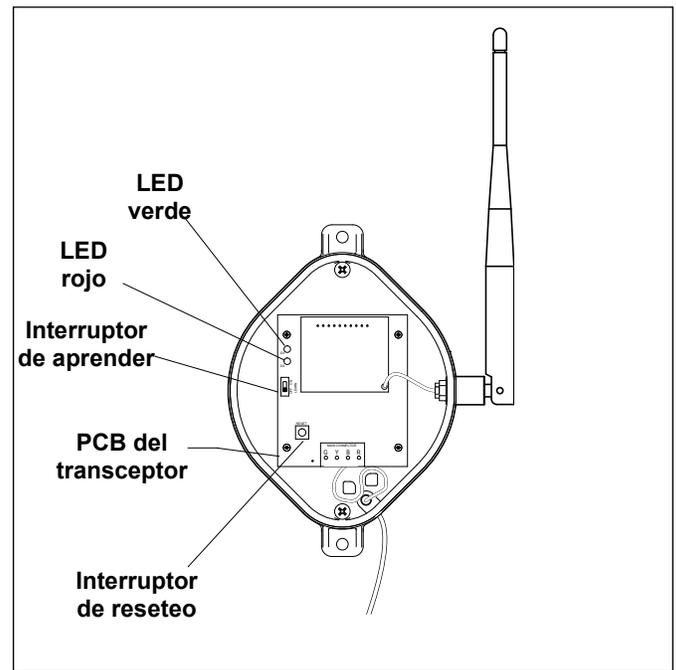

Figura 20. Vista interna de la caja de conexión (J-Box) del transceptor
1. Remueva la cubierta de la caja de conexión del transceptor para ver el PCB (véase Figura 20).